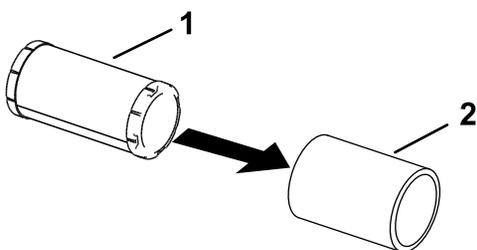

**Figura 39**
3. Montați capacul i strângeți elementele de fixare (Figura 39).